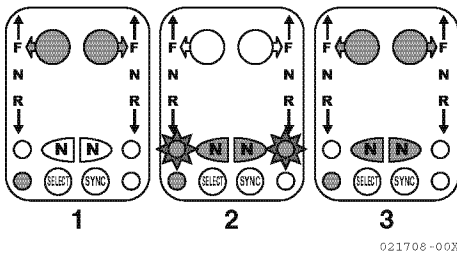

Figura 14
1. Spostare la leva in una posizione di marcia innestata e minimo motore (Avanti o indietro al minimo) (1, **Figura 14**) e premere il pulsante N (folle) (2, **Figura 14**) accanto alla leva, sul controllo di marcia. La spia N (Folle) (2, **Figura 14**) inizia a lampeggiare per indicare che è attiva la modalità SRT.
riportare la leva in una posizione di marcia innestata e minimo motore (avanti o indietro al minimo) (3, **Figura 14**). Premere il pulsante N (FOLLE) accanto alla leva sul controllo di marcia. La spia N (Neutral) (Folle) smetterà di lampeggiare, indicando che è stata disinserita la modalità SRT.